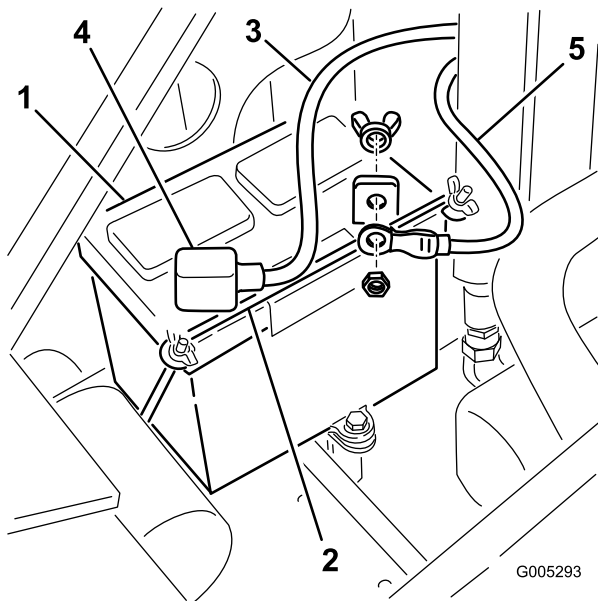

Рисунок 32
4. Снимите барашковые гайки и планку крепления аккумулятора (Рисунок 32).
5. Отсоедините отрицательный (черный) кабель от штыря аккумулятора (Рисунок 32). Сохраните крепежные детали.
7. Отсоедините положительный (красный) кабель от штыря аккумулятора (Рисунок 32). Сохраните крепежные детали.
1. Используя ранее снятые крепежные детали, подсоедините положительный (красный) кабель к положительному (+) штырю аккумулятора (Рисунок 32).
3. Используя ранее снятые крепежные детали, подсоедините отрицательный (черный) кабель к отрицательному (-) штырю аккумулятора (Рисунок 32).
4. Прикрепите аккумулятор, используя планку и барашковые гайки (Рисунок 32).